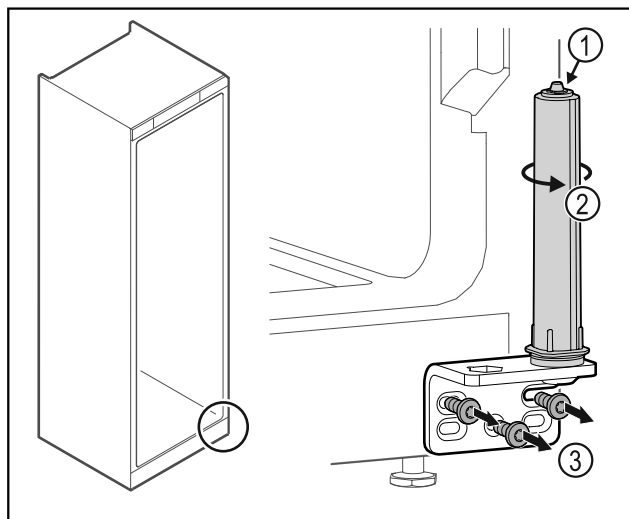

Fig. 39
- ▶ Nerozoberajte systém zatvárania dverí Fig. 39 (1).
- ▶ Otáčajte systém zatvárania Fig. 39 (2), kým nezacvakne.
- ▶ Odskrutkujte uholník závesu Fig. 39 (3).